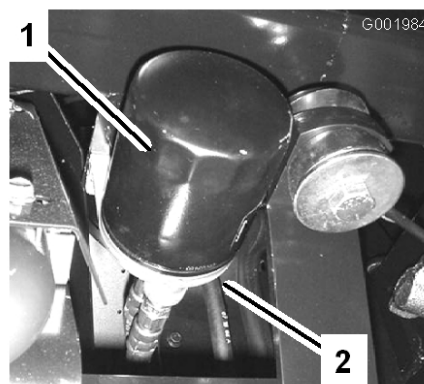

Figura 50
2. Togliete il filtro dell'olio (Figura 50).
5. Montate il nuovo filtro dell'olio sull'adattatore. Girate il filtro in senso orario finché la guarnizione di gomma non tocca l'adattatore, quindi serrate il filtro di altri 1/2 di giro (Figura 50).